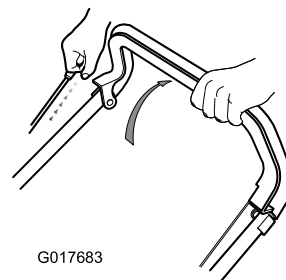

Figura 12
1. Tenete la maniglia di arresto del motore contro la stegola (Figura 12).
2. Tirate l'avvitatore autoavvolgente (Figura 12)